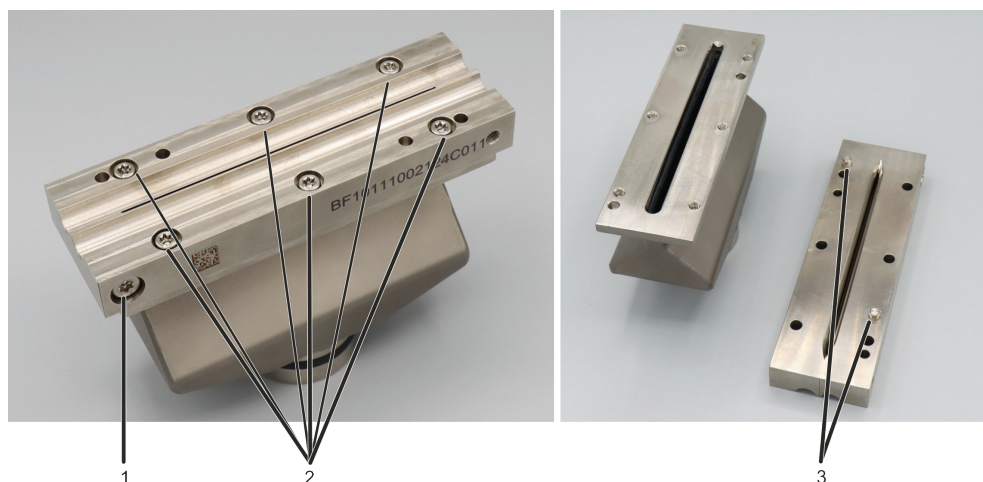

Fig. 63 Uniones roscadas del mechero
1. Afloje las uniones roscadas (2 en Fig. 63) de las mordazas del mechero en el cuerpo del mechero y extraiga las mordazas.
4. Enrosque las mordazas en el cuerpo del mechero. Los pasadores de posición (3 en Fig. 63) en las mordazas del mechero se encargan de una colocación correcta.